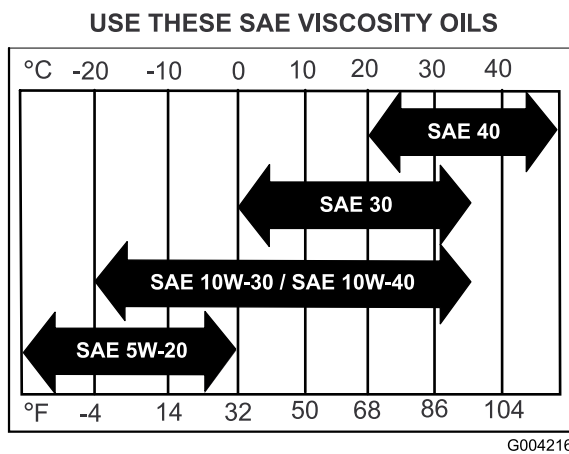

Figure 27
**Viscosité :** Voir le tableau (Figure 27).